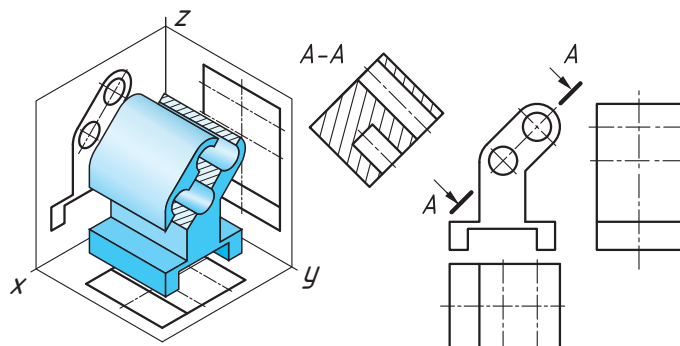

Рис. 68. Образование наклонного разреза
*Наклонный разрез* образуется секущей плоскостью, которая расположена под любым (но не прямым) углом к горизонтальной плоскости проекций (рис. 68).